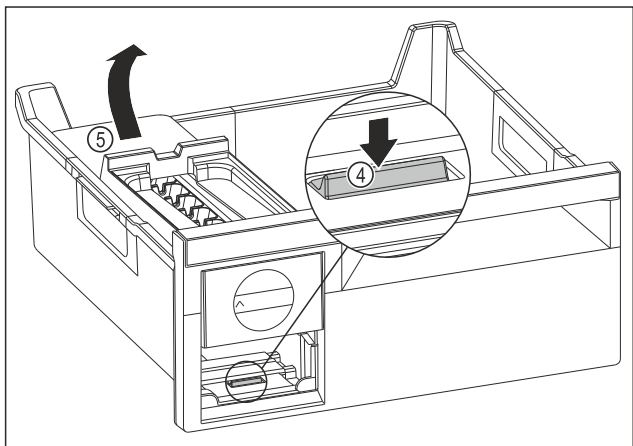

Fig. 130
- ▶ Odoberte korpus EasyTwist-Ice: Strmeň Fig. 130 (4) zatlačte prstom nadol a súčasne druhou rukou zdvihnite zozadu korpus EasyTwist-Ice Fig. 130 (5).